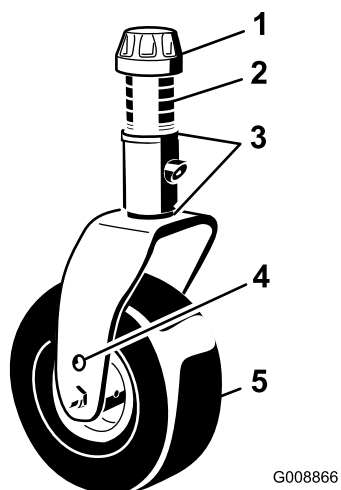

Bild 26
3. Stellen Sie die Beilagscheiben (3 mm) an den vorderen Laufradgabeln auf die entsprechende Schnitthöhe auf dem Aufkleber ein (Bild 26), siehe Einstellen der Schnitthöhe \(Seite 25\).